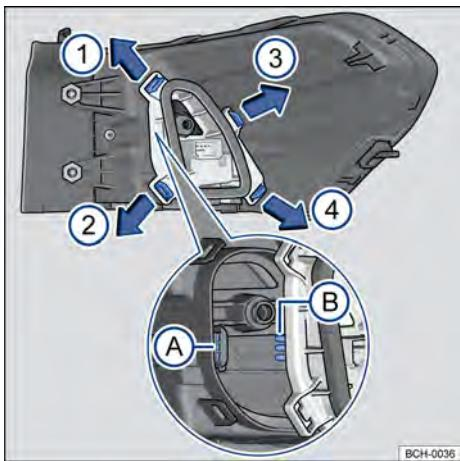

Fig. 166 Lanterna traseira: desinstalar o suporte das lâmpadas
-  Para destravar o suporte das lâmpadas, pressionar cada lingueta de travamento → Fig. 166 no sentido das setas.
-  Instalar o suporte das lâmpadas na lanterna traseira, com atenção no encaixe das lâminas de contato na carcaça → Fig. 166  e , ,  e .